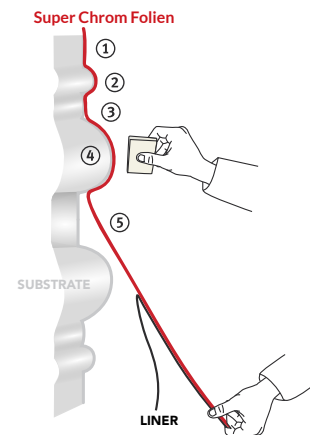

Abbildung 10
- › Abdeckpapier nach und nach entfernen, dabei weiter nach unten hin spannen. (Abb. 10)
- › Beginnen Sie mit der Vertiefung ①, dann mit der Erhebung ②, bis hin zur nächsten Vertiefung ③.
- › Bis zur nächsten Wellenform nach oben hin fortsetzen ④ und auf diese Weise bis zur ⑤ vollständigen Verklebung fortfahren.